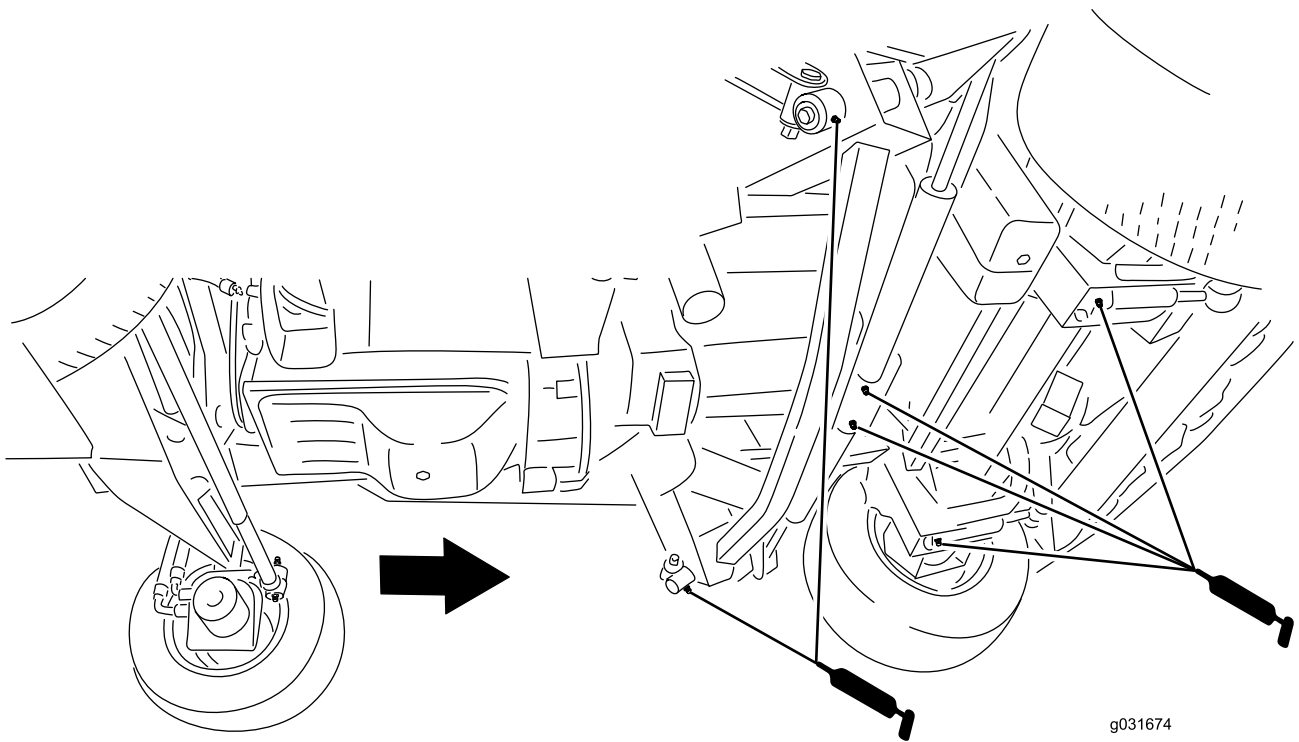

Figura 86
- 2 brazos de impacto (Figura 86)
- 2 pivotes de cilindros de elevación de carcassa delantera (Figura 86)
- 2 pivotes de cilindros de elevación de carcassa lateral (Figura 86)